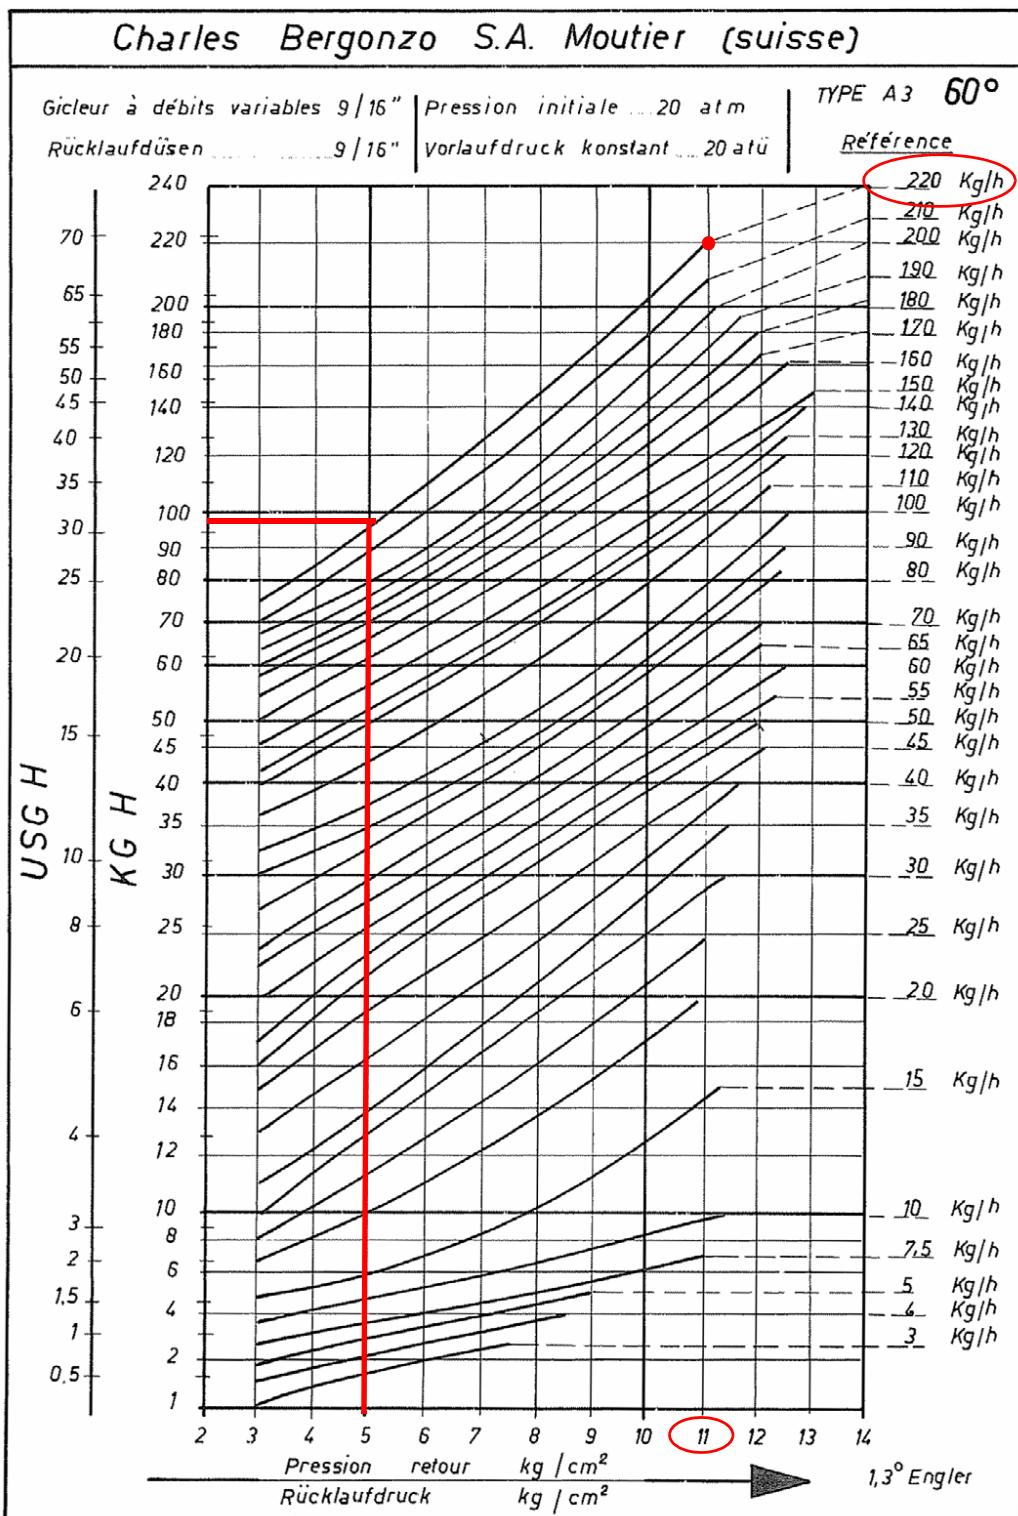

Рис. 10
Расход дизельного топлива регулируется, благодаря выбору форсунки (противопоточного типа), подходящего для мощности котла/утилизатора размера и регулировки давления топлива на подаче и обратном ходе, в соответствии с параметрами, указанными на графике на Рис. 10.
- 16 Сместить кулачок III (малое пламя) в сторону минимальной мощности, с тем, чтобы сервопривод начал закрываться, до тех пор, пока два подшипника не совместятся с регулировочным винтом, относящимся к самой низкой точке: закручивать винт **V** для увеличения расхода, откручивать - для уменьшения, с целью получения значения давления, как на графике на Рис. 10, на основании требуемого расхода.